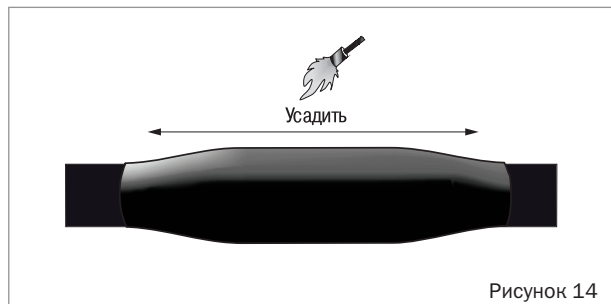

Рисунок 14
- Надвинуть трубку восстановления оболочки, расположив её симметрично относительно центра муфты, и усадить, начиная с середины, равномерно разогревая её в одну и другую сторону. После усадки по торцам трубки должен быть виден выступивший расплавленный клей (рисунок 14).